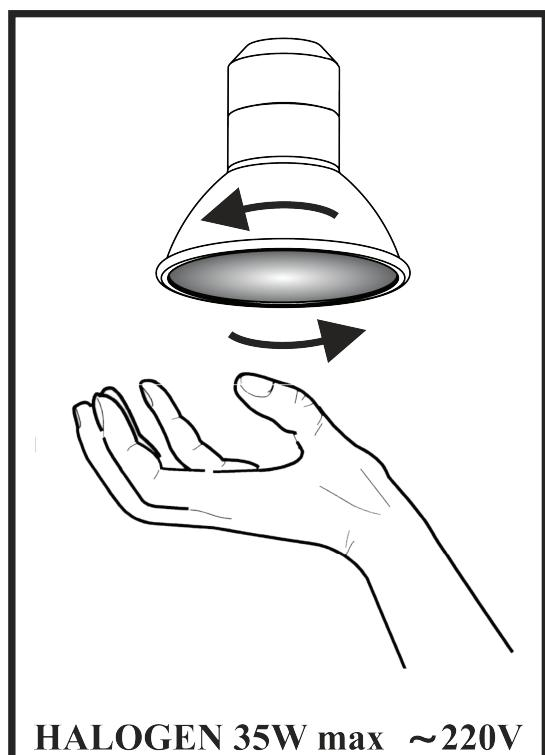

Рис.7
8.9 На вытяжке установленная **HALOGEN** лампа для подсветки рабочей зоны плиты. Перед началом замены лампы освещения необходимо отключить вытяжку от электросети, дать возможность остывть лампе. Для замены лампы необходимо открыть **декоративное стекло**, снять алюминиевый фильтр нажав на **пружинную защелку**, удерживая держатель патрона, слегка надавить на **лампу** в направления патрона и, повернув ее против часовой стрелки, вынуть из корпуса вытяжки (**рис.7**).